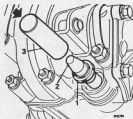

Abb. F.31
6. Schutzkappe, Werkzeug 18G 1236 über die Schaltwelle schieben; siehe Abb. F.31.
7. Neuen Dichtschleife einfeilen und mit Werkzeug 18G 1236 in das Gehäuse treiben; siehe Abb. F.31.